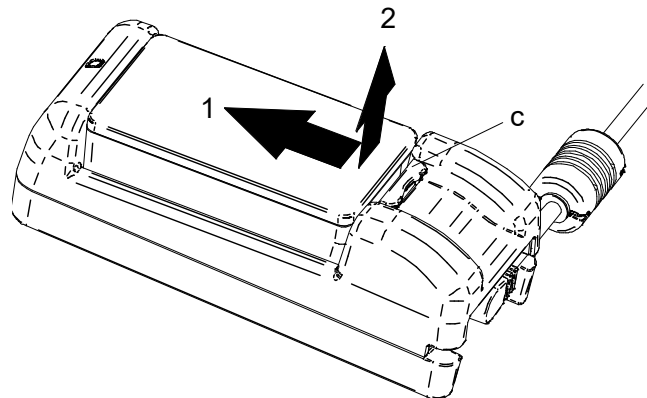

Figura 17-7 Retirada de la batería del cargador de batería
- (3) Verifique que la batería este correctamente colocada en el cargador de batería.
- (4) El LED del cargador de batería cambia a color naranja y empieza la carga. Durante la carga, el POWER LED está de color naranja. Si el LED no cambia a color naranja, coloque de nuevo la batería. Si el LED no cambia a color naranja aunque vuelva a colocar la batería, tome la medida indicada en “■Procedimientos para el tratamiento de errores”.
- (5) Cuando la carga se completa, el LED del cargador de batería cambia a color verde. Presione la palanca “c” de la batería en la dirección de la flecha 1 como se indica en la Figura 17-7 y retírela levantándola en la dirección de la flecha 2. Retirar la batería durante la carga no supone un problema. En caso de que se produzca un error de la batería o de colocación de la misma durante la carga, el LED parpadea en color rojo. Si esto ocurre, tome la medida indicada en “■Procedimientos para el tratamiento de errores”.